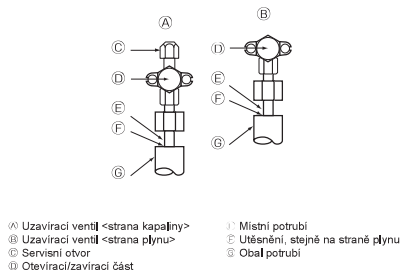

Fig. 5-4
5.4. Způsob testování vzduchotěsnosti potrubí chladicí kapaliny (Fig. 5-4)
- Zvyšte tlak v potrubí chladicího média prostřednictvím servisního otvoru (C) uzavíracího ventilu kapaliny (A).
- Pokud v krocích (2) nebo (3) dojde ke snížení tlaku, znamená to, že dochází k úniku plynu. Vyhledejte zdroj úniku plynu.